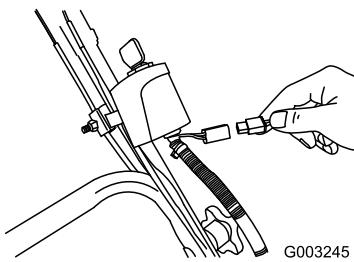

Figura 38
- Conecte el cargador al arnés de cables del cortacésped, situado debajo de la llave de contacto (Figura 38).